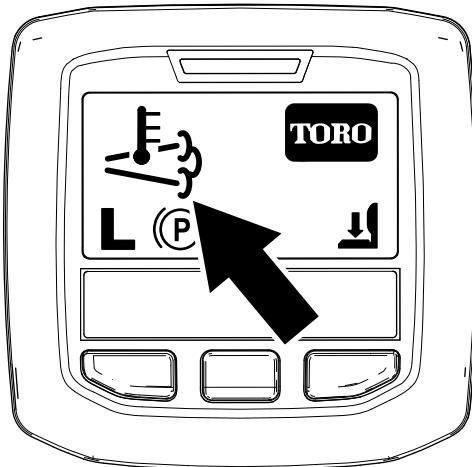

Figura 33
- El ícono de temperatura alta de los gases de escape  aparece en el InfoCenter (Figura 33).